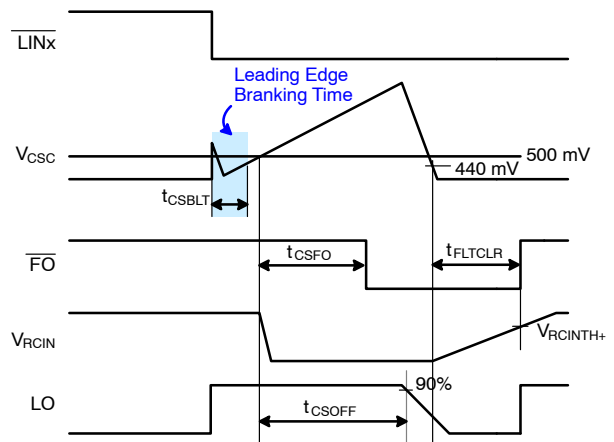

図 43. RCIN とフォールトクリア波形の定義
図 43 には、RCIN、 \overline{FO} 、ローサイドドライバーの波形定義が示されています。ローサイドゲートドライバーの電源電圧 (V_{DD}) の電源不足条件、または電流検知 (CS) ピンのフォールト認識に対しては、ソフトターンオフ方式が採用されています。フォールト条件が発生すると、 \overline{FO} ピンが COM 側に入り、ゲートドライバーの全出力 (HO1, 2, 3, LO1, 2, 3) がターンオフされます。ローサイド出力は、ソフトターンオフ用に内蔵されたシンク電流ソース ($I_{SOFT} = 40 \text{ mA}$) のはたらきで、図 43 のとおりリニアに下降します。